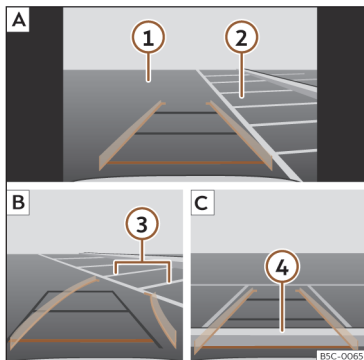

Fig. 152 Affichage sur l'écran du système d'infodivertissement : garer avec l'assistant de marche arrière.
Légende de la >>> **fig. 152** :
- Placez le véhicule en face de la place de stationnement >>> **fig. 152** **2** **A**.